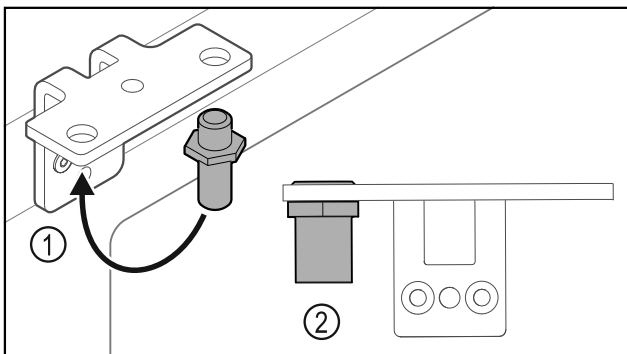

Fig. 33
- Mettre l'axe Fig. 33 (1) dans l'autre trou de l'équerre de charnière.
- Serrer l'axe Fig. 33 (2) au **couple de 12 Nm**.